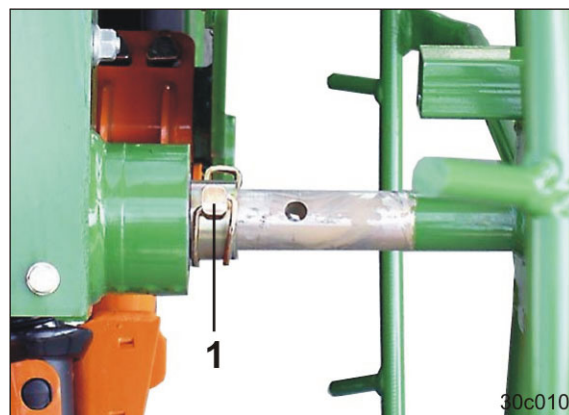

Рис. 148
- 3.1 Ослабьте шплинт с кольцом (Рис. 148/1) и снимите колесо с почвозацепами с привода.